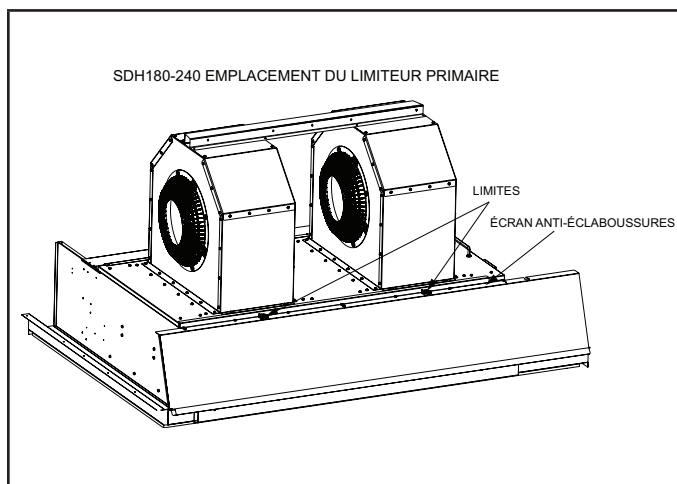

FIGURE 42
*SD 180 et 240* - Voir FIGURE 42.